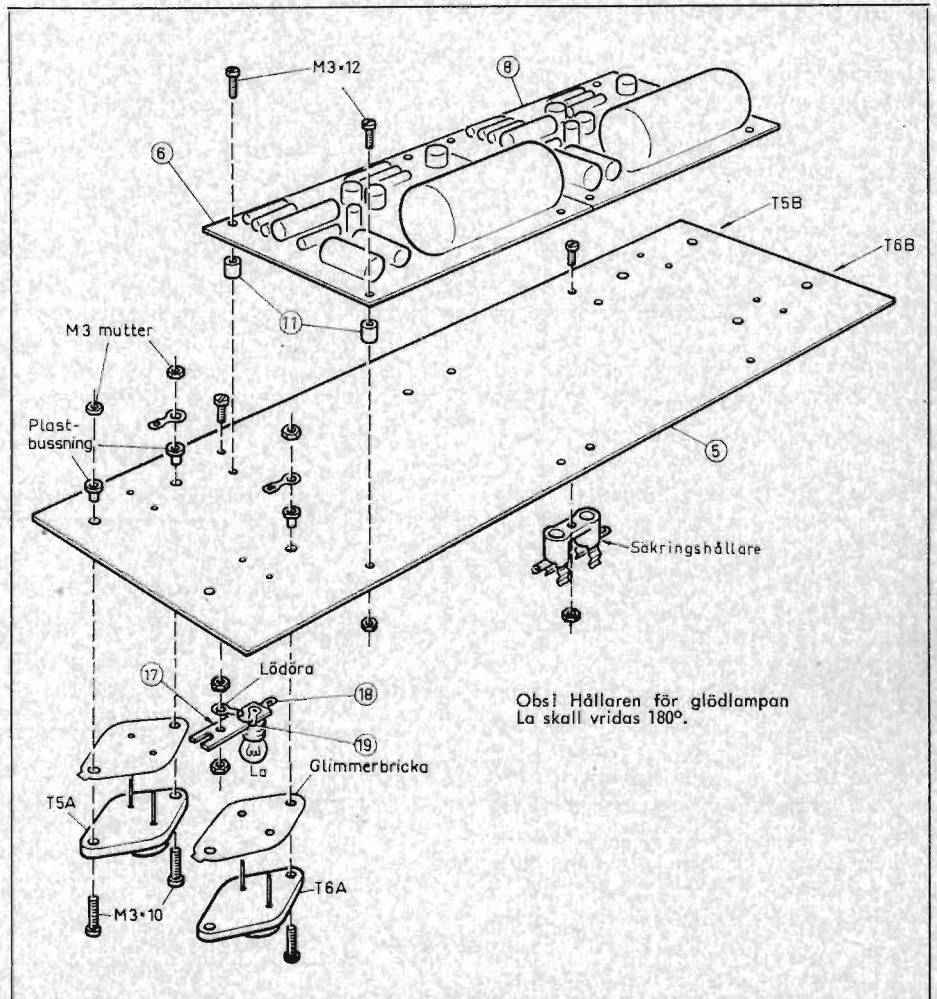

Fig 13
- () Skruva fast kretskorten (6) och (8) vid chassi-plåten (5) med användande av distansrör (11) M3×12-skruvar och M3-muttrar. Se fig. 13.